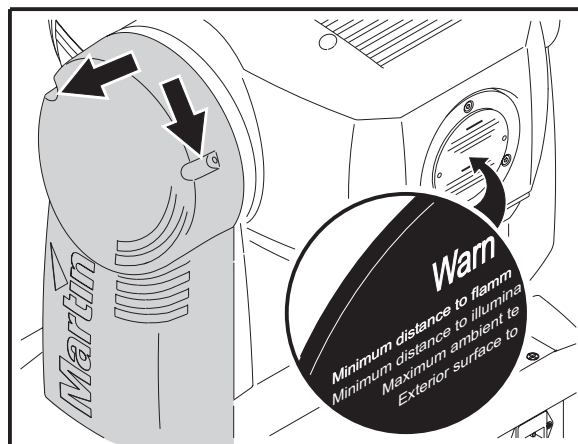

Bild 13: Identifizierung und Entfernen der linken Bügelabdeckung
2. Entfernen Sie die linke Bügelabdeckung (die Beschriftung der Abdeckung des Lampensockels muss richtig herum stehen, siehe Bild 13) um die Hauptplatine zu erreichen.
2. Entfernen Sie die linke Bügelabdeckung (siehe Bild 13), um die Hauptplatine zu erreichen.